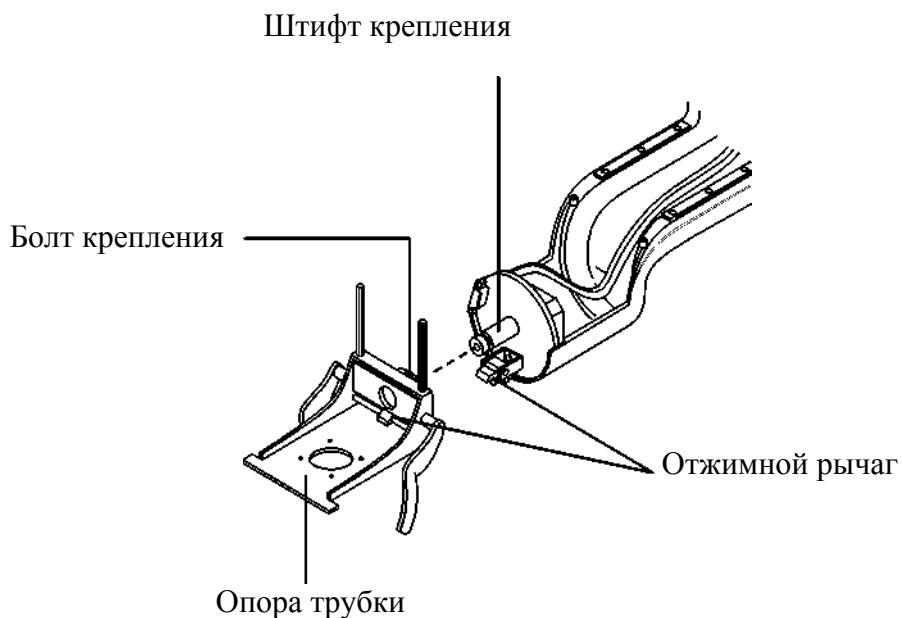

Рис.3-16.
1. Установите опору трубы с двумя вращательными расцепляющими рычагами в соответствующий крепежный штифт (Рис.3-16). Вставьте болт крепления в штифт и затяните в положении, наилучшем для установки трубы.